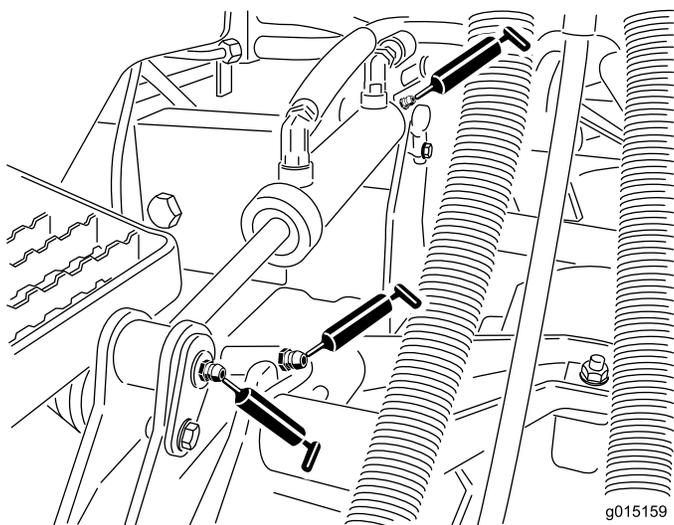

Figure 52
- Bagues de bras de relevage (1 par plateau) (Figure 52)
- Bagues de vérin de relevage (2 par plateau) (Figure 52)